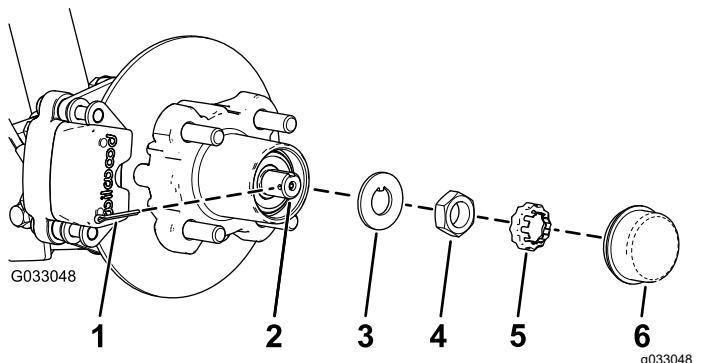
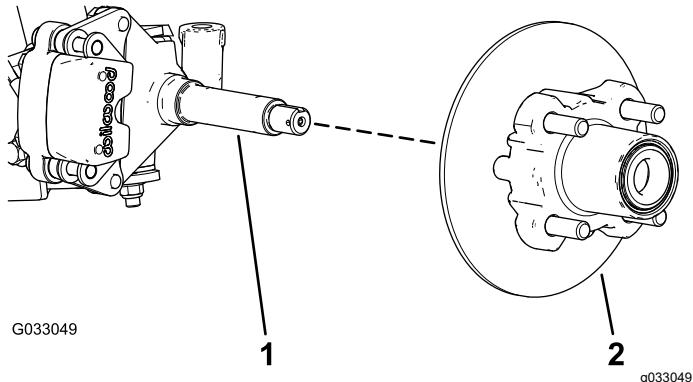

Рисунок 24
Рисунок 25
- Снимите пылезащитную крышку со ступицы (Рисунок 24).
- Снимите шплинт и держатель гайки с оси и гайки оси (Рисунок 24).
- Снимите гайку оси с оси и отделите ступицу и тормозной диск в сборе от оси (Рисунок 24 и Рисунок 25).